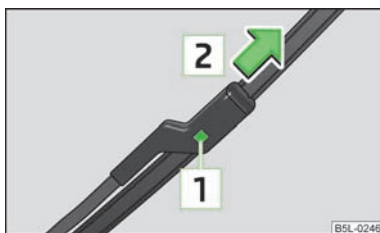

Fig. 37
- Presionar el seguro **1** » fig. 37 para desbloquear la escobilla y extraer en el sentido de la flecha **2**.